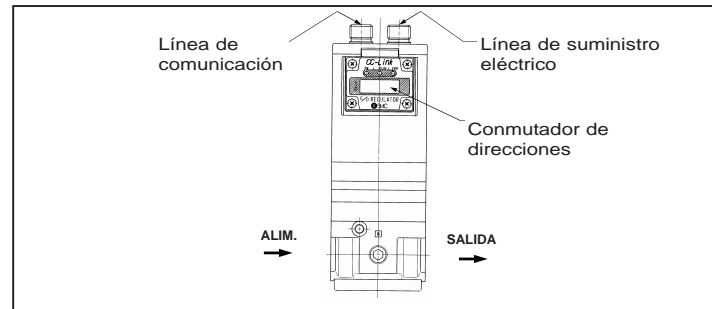

Fig. 6
- La configuración de un interruptor de direcciones requiere la extracción de 4 tornillos situados en el panel frontal de la unidad (fig. 6). Ponga cuidado en no abrir el panel más de 90 grados.